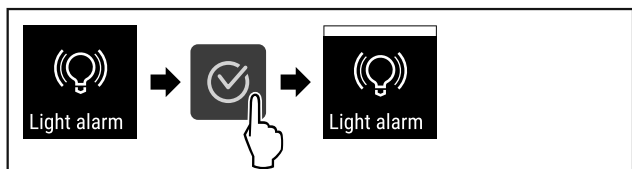

Fig. 97
- ▶ Végezze el a gyakorlati lépéseket (lásd Fig. 97) .